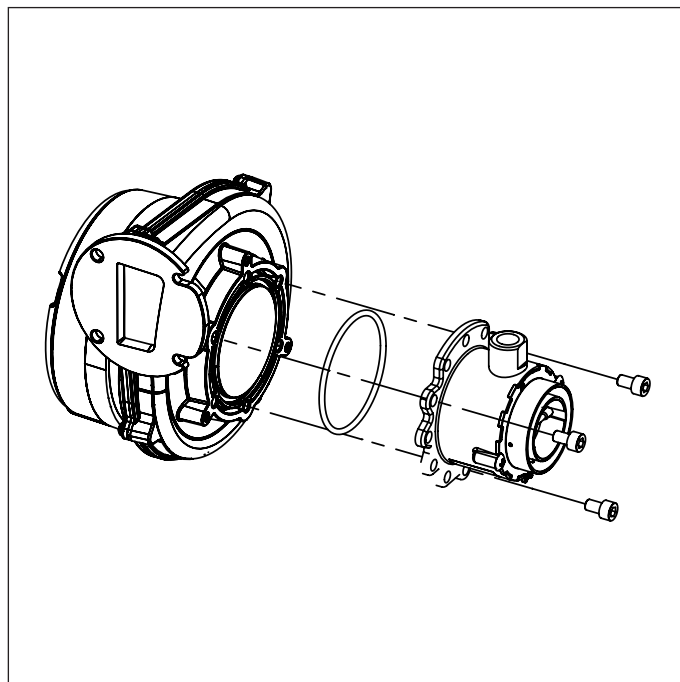

Fig. 27 Amestecător
- Înlăturați amestecătorul desfăcând cele trei șuruburi tip imbus (vezi Fig. 27 Amestecător).